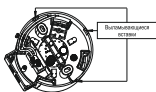

Рисунок 3. Расположение выламывающихся вставок
7.6 В случае подключения изделия к электрической проводке открытого типа следует удалить одну из выламывающихся вставок в корпусе изделия (рис. 3).